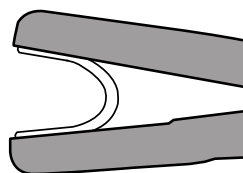

Figura 5.3 Clipe (titânio) carregado no aplicador de cliques
4. Recomenda-se uma inspeção visual final da ponta do instrumento antes da inserção, para garantir que o clipe esteja devidamente alinhado com cada mandíbula do instrumento (Figura 5.3).